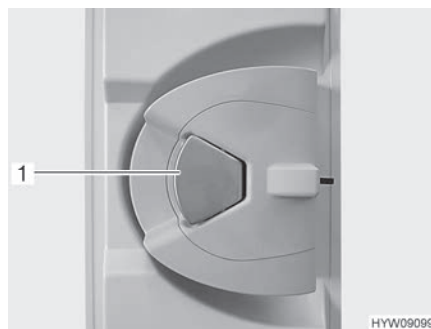

Fig. 54 Cerradura de la puerta
- Cuando la cerradura de la puerta está bloqueada: Tirar una vez del tirador de la puerta (Fig. 54,1). La puerta está desbloqueada.
- Tirar del tirador de la puerta (Fig. 54,1). La puerta está abierta.
- Presionar el tirador de la puerta (Fig. 54,1).